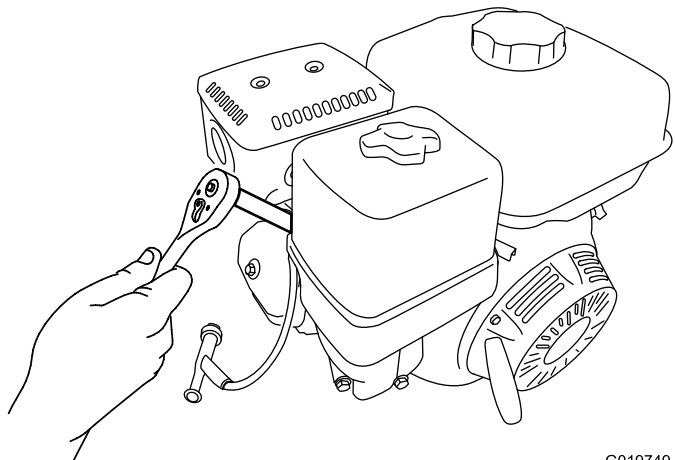

Figura 38
4. Gire la bujía en sentido antihorario usando una llave para bujías de 21 mm para desmontar la bujía y la junta (**Figura 38**).
2. Gire la bujía en sentido horario usando una llave para bujías de 21 mm hasta que la bujía y la junta estén asentadas (**Figura 38**).